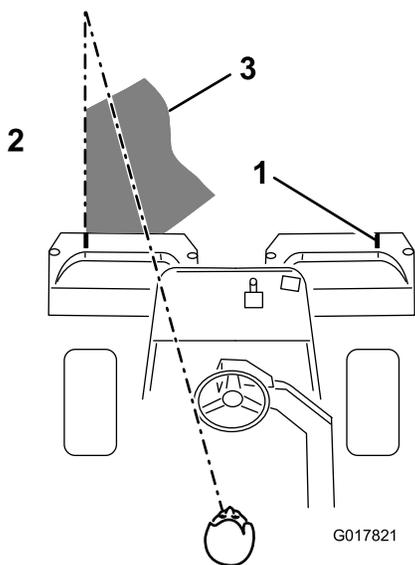

Figura 40
3. Debe haber un solape mínimo con las pasadas anteriores. Para ayudar a mantener una línea recta a través del green y mantener la máquina a la misma distancia de la pasada anterior, establezca una línea visual imaginaria desde unos 2 o 3 m por delante de la máquina hasta el extremo de la parte no segada del green (Figura 40). Puede ser útil incluir el borde exterior del volante como parte de la línea imaginaria, es decir, mantener el borde del volante alineado con un punto que se mantiene siempre a la misma distancia de la parte delantera de la máquina (Figura 40).